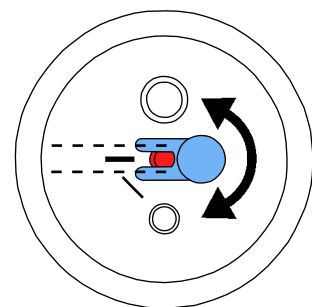

図 12
- 25~70 µmのプラストタンクと一致するように、流入ノズルを調節しなければなりません (図 12)！